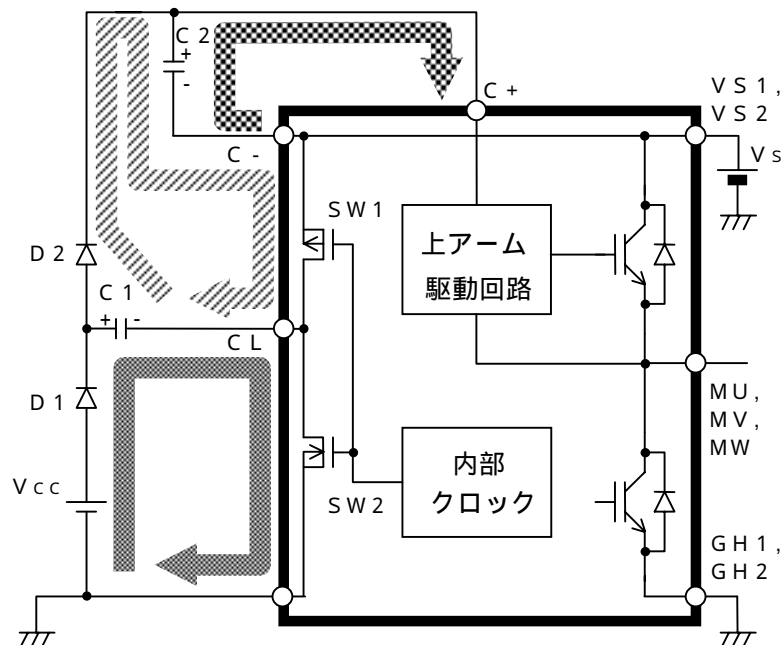

図8 . チャージポンプ等価回路
- ・ チャージポンプ回路は内部クロック（周波数は三角波発振回路で設定）によって動作します。図8で簡単に動作を説明します。 $SW_1$ 、 $SW_2$  は内部クロックに同期して交互に  $ON/OFF$  動作を繰り返します。 $C_L$  電位が  $0\text{ V}$  の時（ $SW_1$  :  $OFF$ 、 $SW_2$  :  $ON$ ）、 $V_{CC}$  から  $D_1$  を通って、 $C_1$  コンデンサに電荷を蓄えます（経路 ）。次に  $SW_1$  :  $ON$ 、 $SW_2$  :  $OFF$  により、 $C_L$  電位が  $V_S$  電位に持ち上がることによって、 $C_1$  コンデンサに蓄えられた電荷は、 $D_2$  を通って  $C_2$  コンデンサに汲み上げられます（経路 ）。この動作を内部クロック周波数で繰り返し、 $C_2$  コンデンサに電荷を充電させて上アーム電源を生成します。この上アーム電源（ $C_2$ ）から  $C_+$  端子を介して、上アーム駆動回路に電力が供給されます（経路 ）。